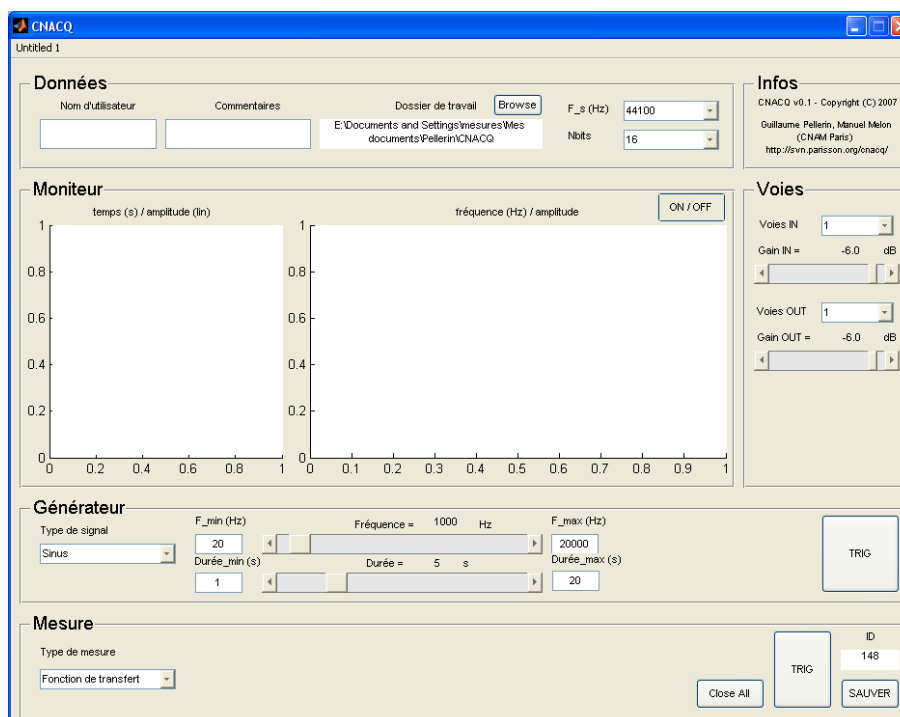

FIG. 1: Fenêtre de démarrage par défaut du logiciel CNAQ.
2. Exécuter le fichier `CNAQ.m` depuis le dossier décompressé de l'application CNAQ, par exemple `C:\CNAQ`. Avant de démarrer, l'application demande de fournir un dossier de travail. Ce dossier peut être vide mais doit exister (le créer dans l'explorateur si nécessaire avec un nom explicite) : il intégrera l'ensemble des fichiers sauvegardés pendant les mesures. Une fenêtre semblable à la figure 1 doit alors s'afficher.